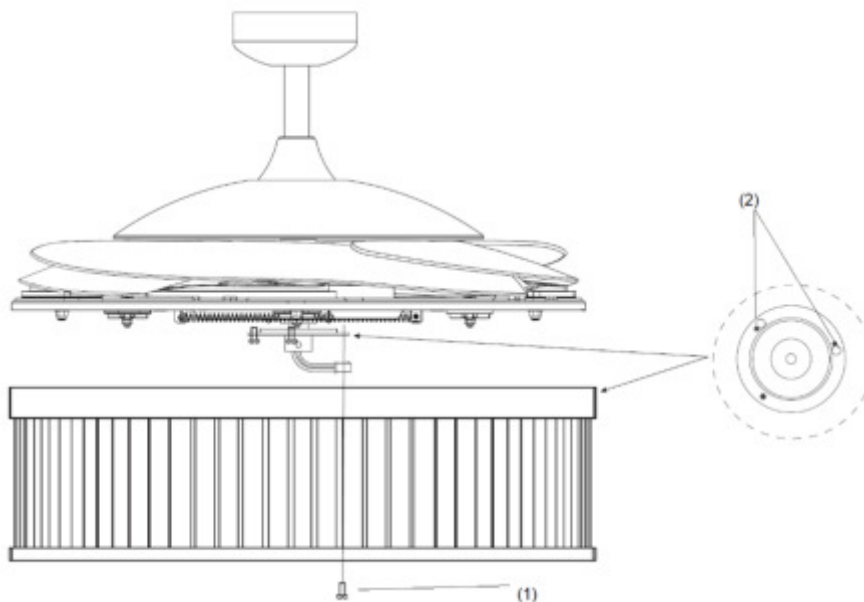

Abb. 6
INSTALLATION DES BELEUCHTUNGSSETS (Abb. 6 und 7)
1. Lösen Sie die Schraube (1) an der Ventilatorhalterung. Lassen Sie die beiden Schlitzschrauben mit den Langlöchern (2) der Beleuchtungshalterung fluchten. (Abb. 6)
2. Drehen Sie das Beleuchtungsset gegen den Uhrzeigersinn, bis die Schlitzschrauben am Langlochanfang (2) fest sitzen.
3. **Fixieren Sie die Schraube (1) an der Halterung des Lampenschirms. Ziehen Sie alle drei Schrauben fest. Überziehen Sie die Schrauben nicht.**